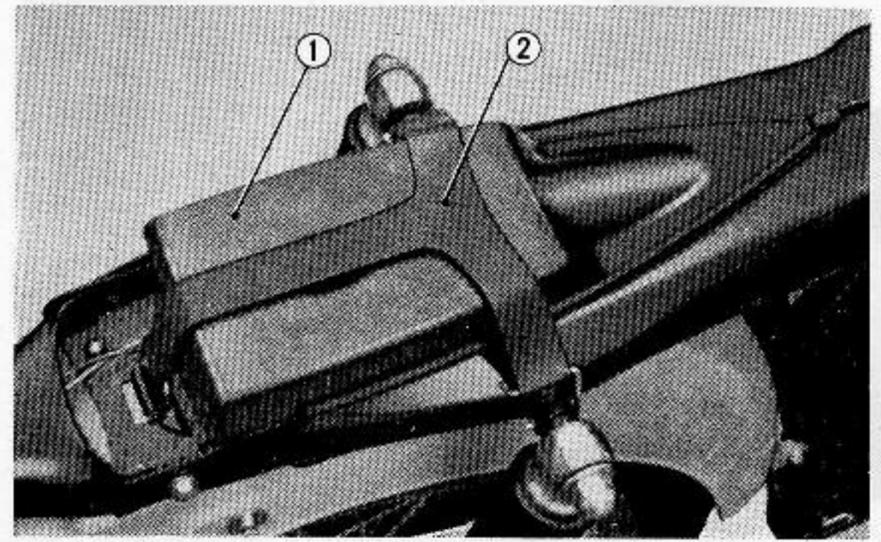
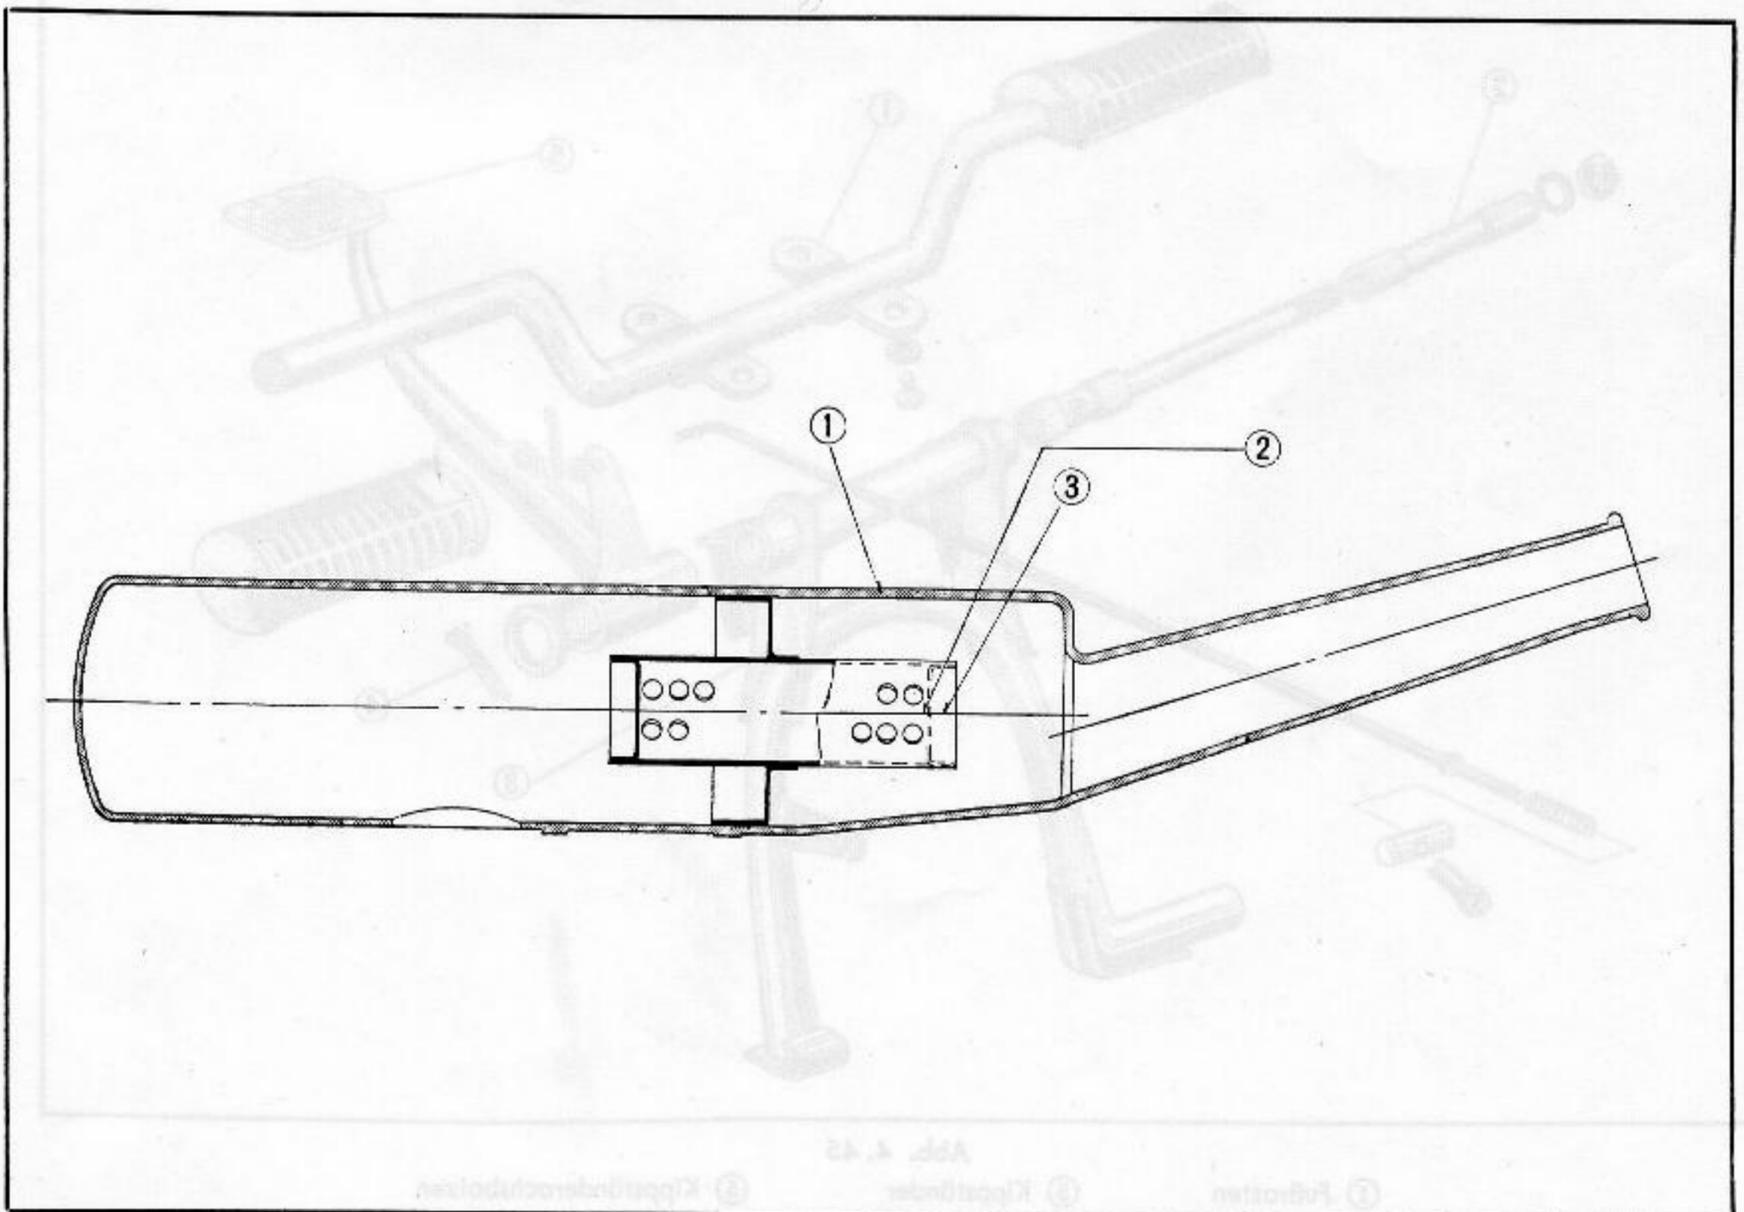

Abb. 4.41 Luftfilter
Abb. 4.43 Luftfilterschalldämpfer
- (2) Das Luftfiltergehäuse unterhalb der Sitzbank ist mit einer Gummihalfterung befestigt. Die Gummihalfterung abbauen, die 6 mm Luftfiltergehäuse-Befestigungsmuttern lösen und das Gehäuse ausbauen. (Abb. 4.41 und 4.42)
- (3) Der Luftfiltereinsatz kann nach Entfernen des Schalldämpfers ausgebaut werden.
- (4) Der Aufbau des Luftfilterschalldämpfers ist in Abb. 4.43 dargestellt.